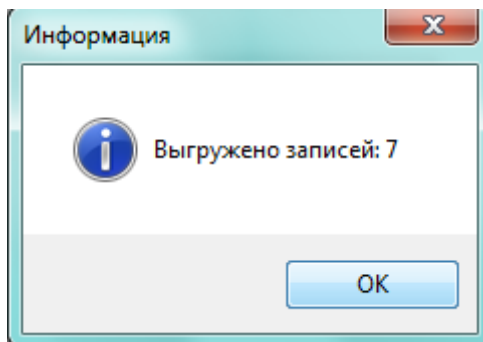

Рис. 450
5. Окончание выгрузки сопровождается звуковым сигналом, на экране терминала будет выведено сообщение «Загрузка завершена», а на компьютере будет выведено информационное окно. Пример представлен на Рис. 450.